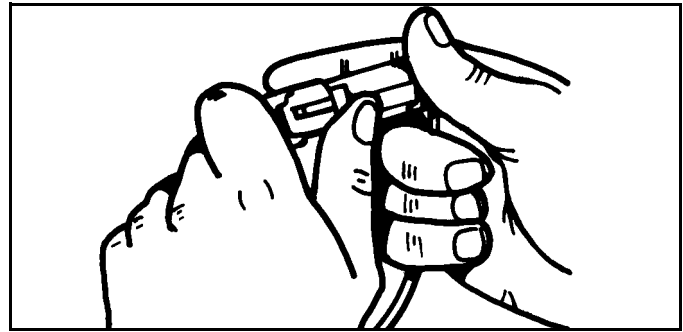

Abb. 1-4
1. Den Anschlusskörper öffnen. (Siehe Abb. 1-4)